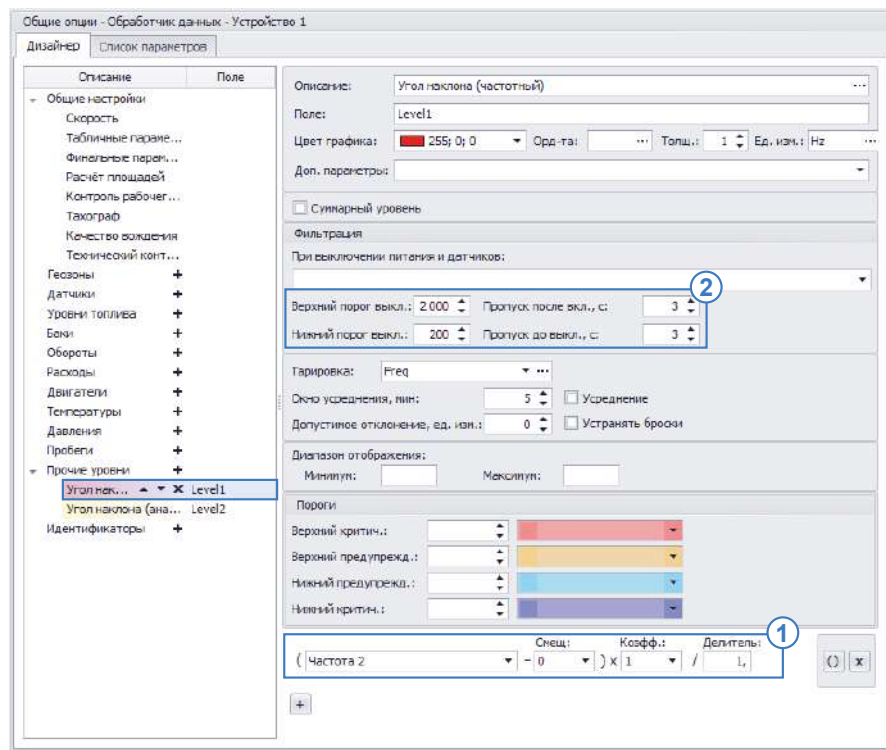

Рис.43. Пересчет показаний частоты в углы наклона.
- в Дизайнере добавьте новый параметр в группе «Прочие уровни» (Рис.43);
- создайте выражение для получения показаний частоты с цифрового входа 2 контроллера и пересчета этих показаний в углы наклона (Рис.43, п.1). Пересчет частоты в угол наклона выполняется по формуле, заданной для датчика «ТКАМ»:
- настройте фильтрацию показаний угла наклона, выходящих за пределы возможного диапазона. Датчик «ТКАМ» осуществляет измерение угла наклона в диапазоне от 0 до 180 градусов. Т.е. все значения вне этого диапазона можно считать ошибочными (Рис.43, п.2);